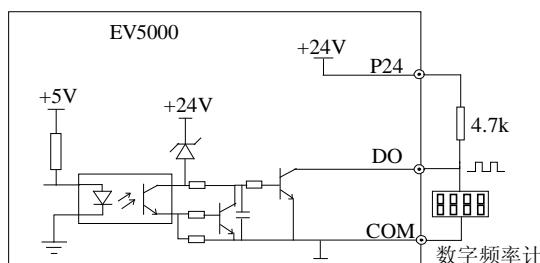

图4-29 输出端子 DO 连接方式 1
3. 数字脉冲频率输出 DO 可使用变频器内部的 24V 电源，接线方式见图 4-29。